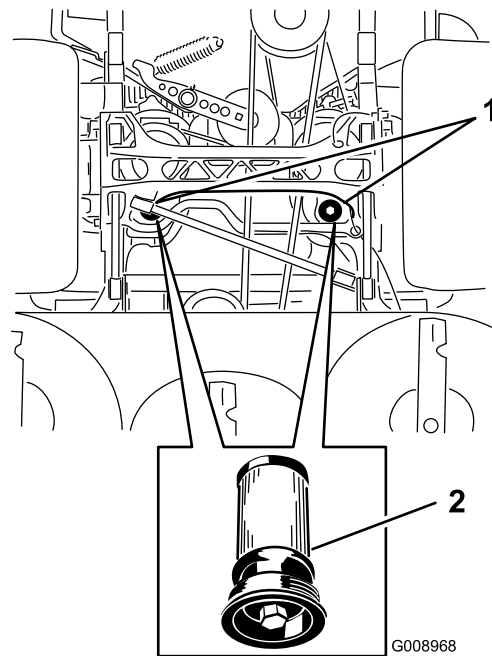

Figura 87
5. Coloque un recipiente debajo del filtro, retire el filtro usado y limpie la superficie (Figura 87).
| 6. Aplique una capa fina de aceite hidráulico a la junta de goma del filtro nuevo (Figura 87). | |